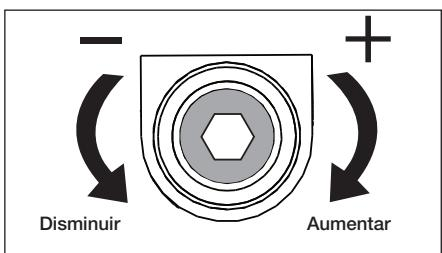

Figura 14, Tornillo de ajuste de la válvula de alivio
- Utilizando una llave Allen 7/32", afloje el tornillo de ajuste de la válvula de alivio unas 2 vueltas. Véase Figura 14.